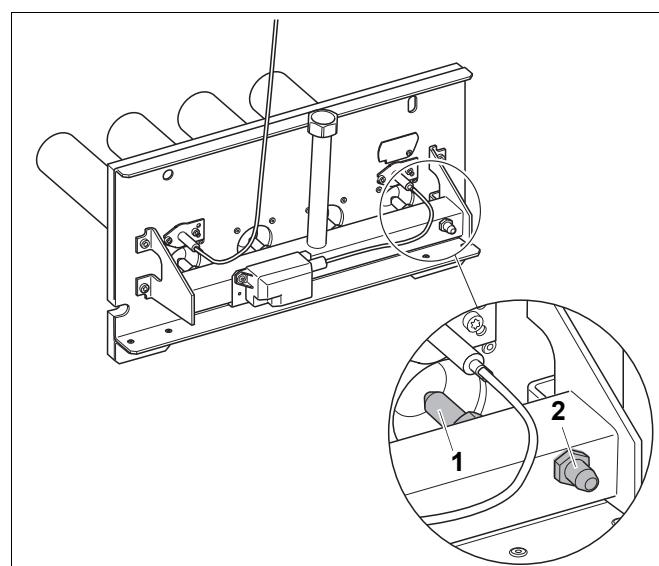

Рис. 48 Замена форсунок основного газа
- Заменить форсунки основного газа (Рис. 48, **поз. 1**) на форсунки для нового вида газа.
- На два оборота открутить измерительный ниппель (Рис. 48, **поз. 2**) на газораспределительной гребенке и надеть измерительный шланг U-образного манометра.